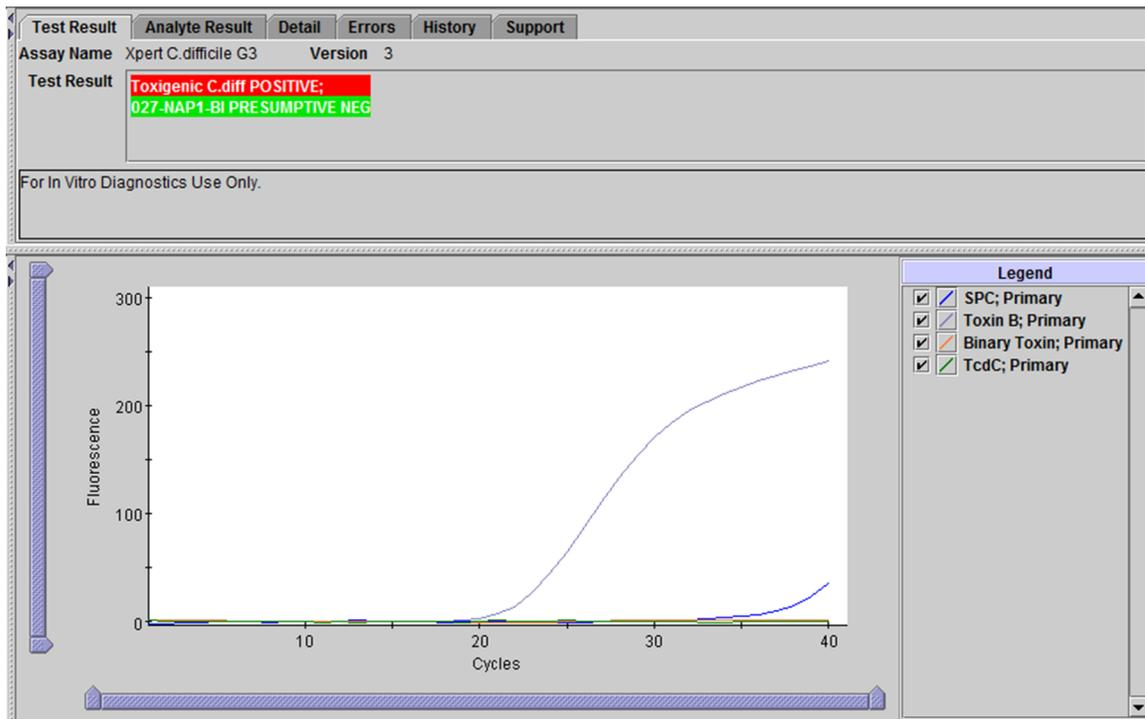

Abbildung 2. Ein Beispiel für das Xpert Ergebnis *C. difficile* positiv und 027 vermutlich negativ
Toxigenic C. diff POSITIV, 027 PRESUMPTIVE NEG (Toxigenic C. diff POSITIVE, 027 PRESUMPTIVE NEG) Siehe Abbildung 2	Ziel-DNA-Sequenzen für toxinproduzierendes C. difficile nachgewiesen. <ul style="list-style-type: none"> <li>• Toxinproduzierendes C. difficile – Die Zielsequenz(en) für toxinproduzierendes C. difficile (Toxin B oder Toxin B plus entweder binäres Toxin oder tcdC-Deletion bei nt 117) weisen einen Ct-Wert innerhalb des gültigen Bereichs sowie einen Endpunkt oberhalb der Minimumeinstellung auf.</li> <li>• PVK – KA (NA) (nicht zutreffend); PVK wird ignoriert, da die C. difficile-Zielamplifikation u. U. mit dieser Kontrolle konkurriert.</li> <li>• Sondenprüfung — BEST. (PASS); alle Sondenprüfungsergebnisse waren erfolgreich.</li> </ul>